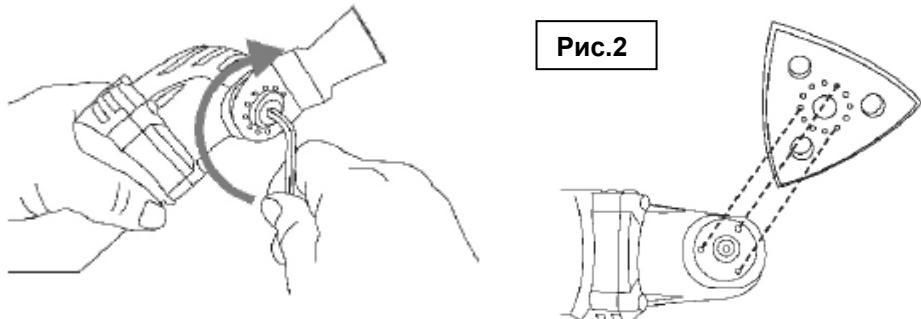

Рис.2
### **Установка/смена рабочего инструмента (Рис.2).**
- Установите рабочий инструмент на патрон (Е, Рис.1) так, чтобы пазы инструмента зашли в зацепление на кулачках патрона (Рис.2).